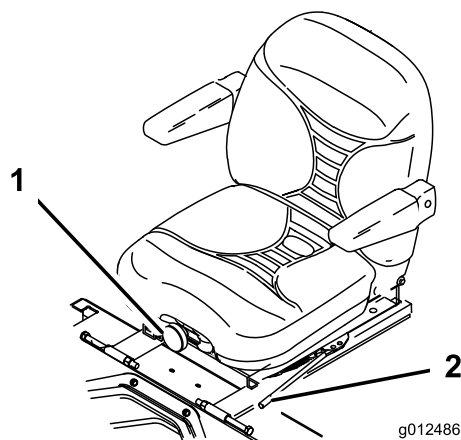

Figura 30
1. Mueva la palanca lateralmente para desbloquear el asiento (Figura 30).
Para ajustarlo, gire el pomo situado en la parte delantera en cualquier sentido hasta encontrar la posición más cómoda (Figura 30).